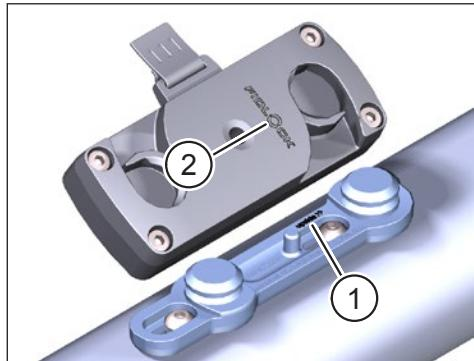

Abb. 2: Orientierung von FIDLOCK® Bike Base und FIDLOCK® Force Connector
- ▶ Beachten Sie bei der Montage die auf der FIDLOCK® Bike Base eingravierte Aufschrift „**upside >>**“ (Pos. 1 in Abb. 2). Die Oberkante des FIDLOCK®-Logo (Pos. 2 in Abb. 2) am FIDLOCK® Force Connector muss in Pfeilrichtung von „**upside >>**“ zeigen.